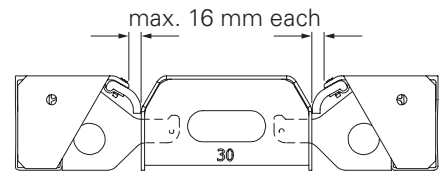

Fig. C9.03
- 1x Stop. Panel TRIO MT (**101**) (Fig. C9.03)